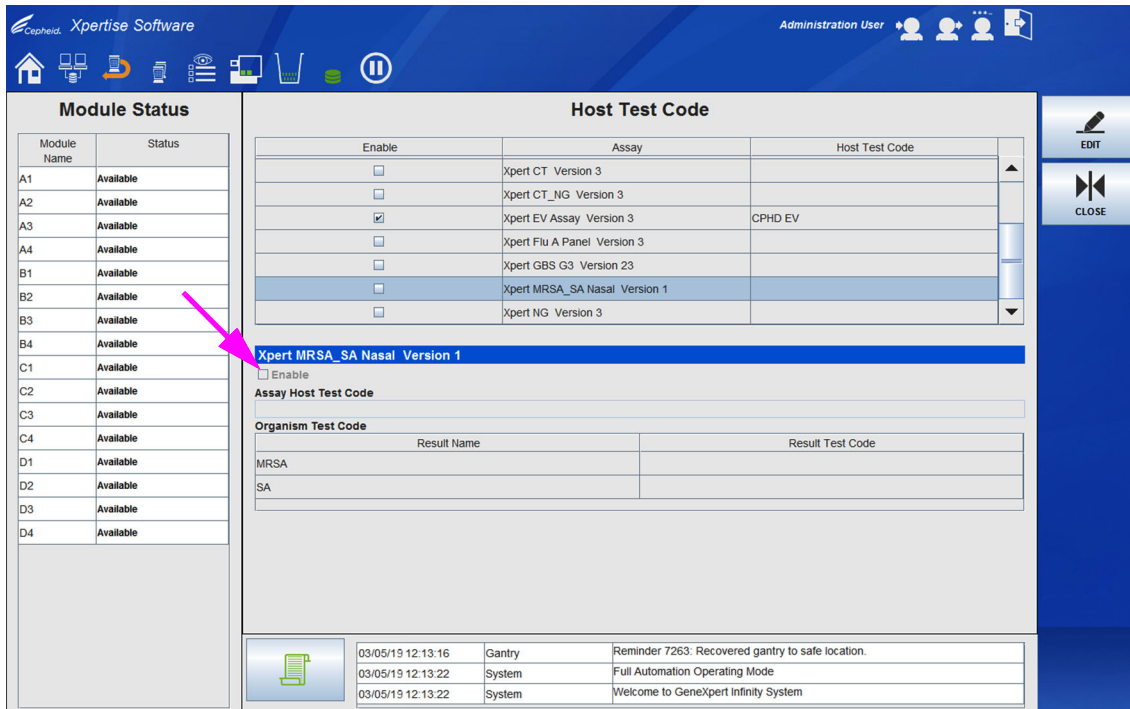

Figura 2-38. Área de trabalho Host Test Code (Código de teste do anfitrião) – Ensaio de resultado múltiplo
2. Selecione a caixa de verificação **Enable (Ativar)** (ver Figura 2-38) para permitir que o anfitrião transfira pedidos de teste e que o sistema Infinity carregue resultados para o anfitrião, utilizando o código de teste de ensaio definido.